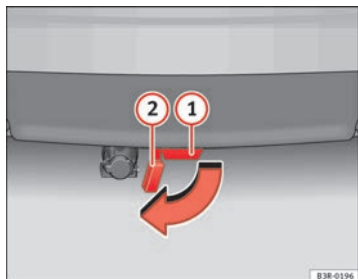

Fig. 163 Paraurti posteriore: Aprire il tappo
- Aprire completamente lo sportellino (2) ⇒ fig. 163, a protezione del punto di fissaggio (1), situato sotto il paraurti. Esso si ferma in posizione automaticamente.